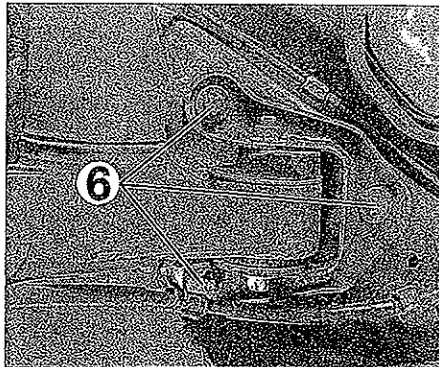

FIG. 14
- los 6 tornillos de fijación (6) del tren trasero en la carrocería (fig. 14).